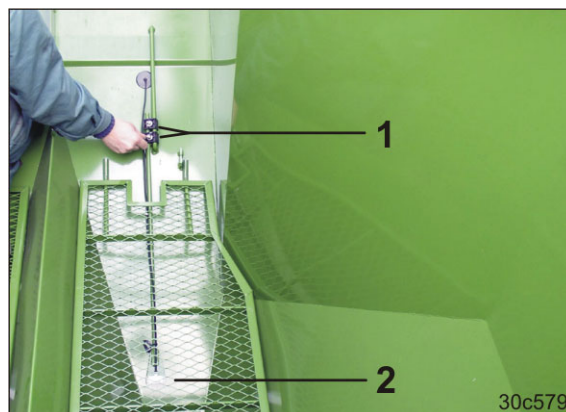

Рис. 188
3. Отверните барашковые гайки (Рис. 188/1).
4. Отрегулируйте датчик уровня наполнения (Рис. 188/2) по высоте.